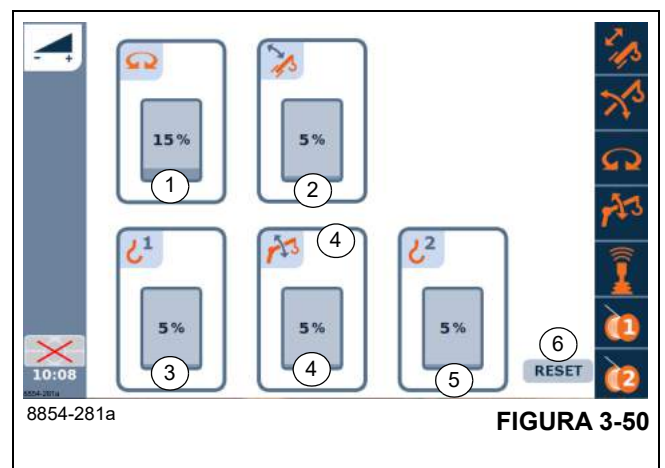

FIGURA 3-50
Los valores entre los símbolos (1 a 5, (Figura 3-50)) indican las velocidades de función de grúa establecidas actualmente.
El símbolo (5), (Figura 3-50), está activo solamente cuando el malacate auxiliar está conectado.
El símbolo (6), (Figura 3-50), reposiciona todos los valores sin una selección previa.